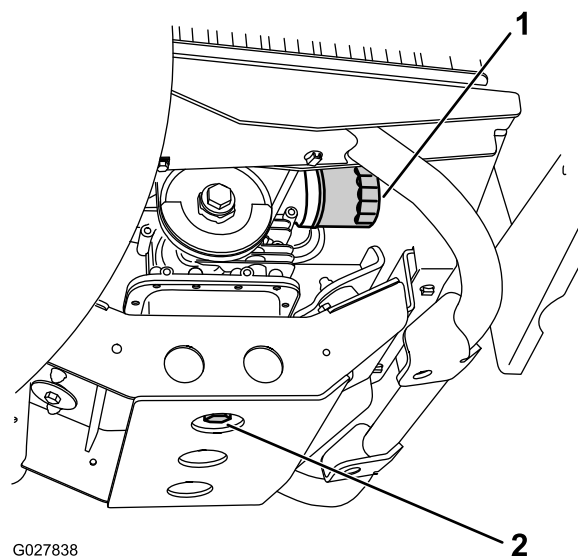

Рисунок 36
6. Снимите пробку сливного отверстия (Рисунок 36).
7. Установите пробку слива масла и уплотнение (Рисунок 36) и затяните ее с моментом 45 – 53 Н-м.
5. Установите сливной поддон емкостью 1.6 л под пробку сливного отверстия (Рисунок 36).
2. Снимите имеющийся масляный фильтр (Рисунок 36).
4. Установите новый фильтр на переходник фильтра, пока прокладка не коснется монтажной пластины, затем затяните фильтр еще на 1/2 – 3/4 оборота (Рисунок 36).